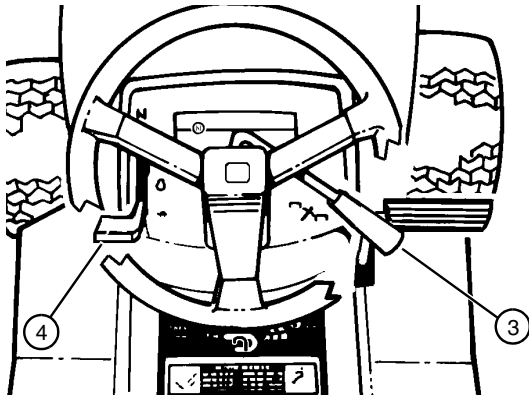

ABBILDUNG 18
- Gashebel (4) in die Position SCHNELL (siehe ABBILDUNG 18) bringen.
- PTO-Antriebshebel (3) nach vorn drücken, um Messer zu starten.